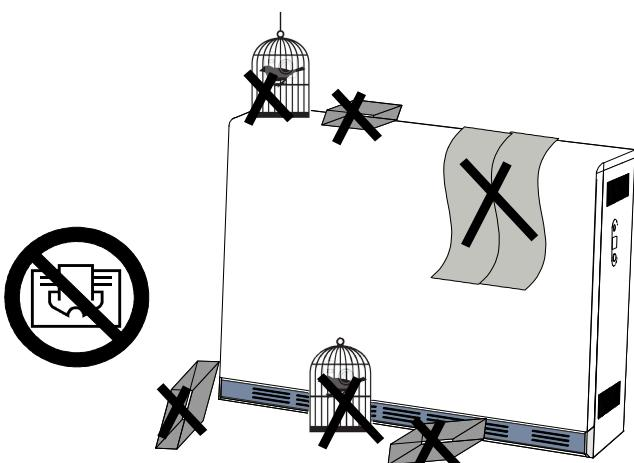

Fig.1: Etichette d'avviso sull'apparecchio
- Non coprire l'apparecchio! (Fig. 1)